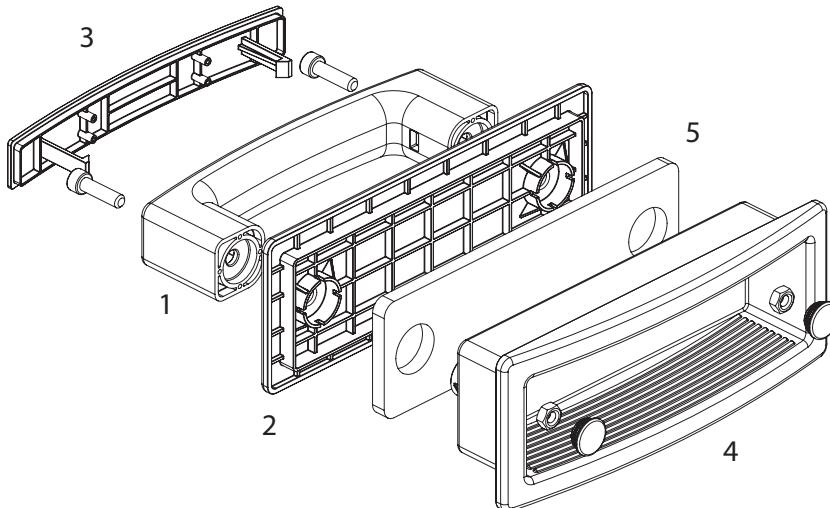
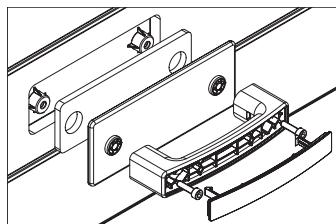

Рис. 40. Комплект ручки HGI007
Рис. 40.2 Установка ручки. Вид изнутри
- Ручка арт.HGI007 устанавливается в отверстие, выполненное в секции полотна ворот. В комплект ручки входят ручка-скоба 1 с опорной накладкой 2, декоративная накладка 3, корытообразная ручка 4, теплоизоляционная прокладка 5 (рис. 40). При монтаже ручки стягиваются двумя винтами с гайками. Винты устанавливаются с внутренней стороны ворот (рис. 40.2). После закрепления ручек следует установить заглушки, за-крывающие гайки.